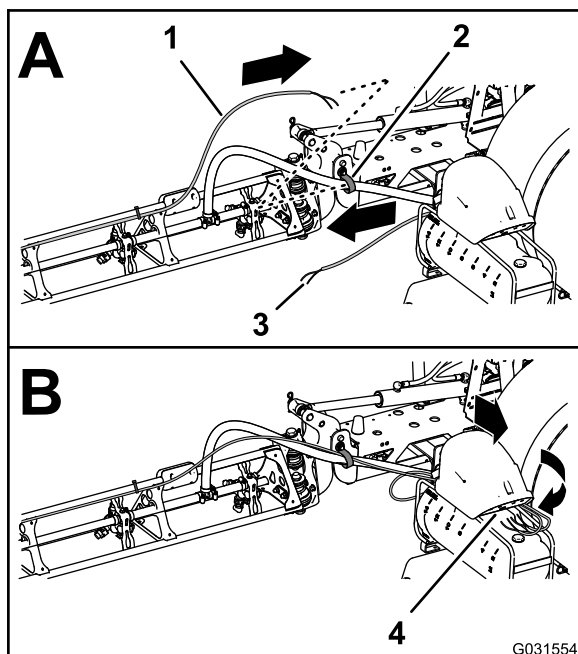

図 212
1. 左右のブームで、泡ノズルのチューブを車両の中心に向かって配設外し、ブームの支点近くにある R クランプに通す 図 212。
2. コンプレッサから見て内側を通るようにして、タンクに向かってチューブを前方に延ばす 図 212。